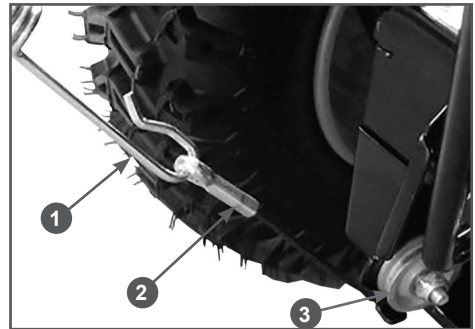

Рис. 8 Соединение троса включения хода
- Соедините верхнюю и нижнюю части троса включения хода. Зацепите крючок 1 пружины троса включения хода за соединитель 2 троса включения хода (Рис. 8).
Убедитесь в том, что трос включения хода установлен в ручей ролика 3 (Рис. 8). В противном случае, при попытке включить ход снегоотбрасывателя трос будет поврежден. На механическое повреждение тросов гарантия производителя и поставщика не распространяется.